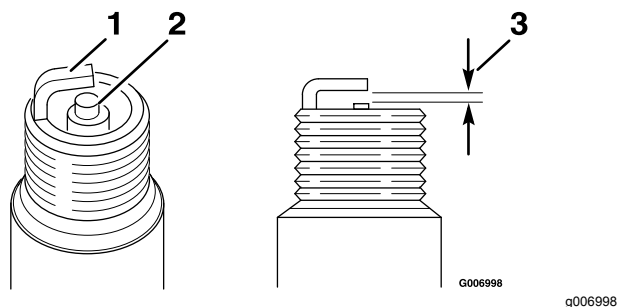

Рисунок 24
5. Установите в свече зазор, равный 0,76 мм, как показано на Рисунок 24.